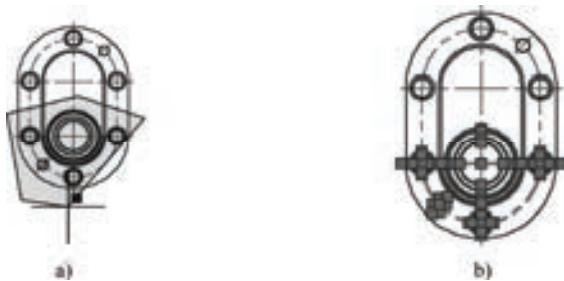

图 4-4 “圈围”对象选择方式
(8) 圈围(WP) 使用一个不规则的多边形来选择对象。根据提示，用户顺次输入构成多边形的所有顶点的坐标，最后，按〈Enter〉键做出空回答结束操作。系统将自动连接第一个顶点到最后一个顶点的各个顶点，形成封闭的多边形。凡是被多边形围住的对象均被选中(不包括边界)。执行结果如图 4-4 所示。